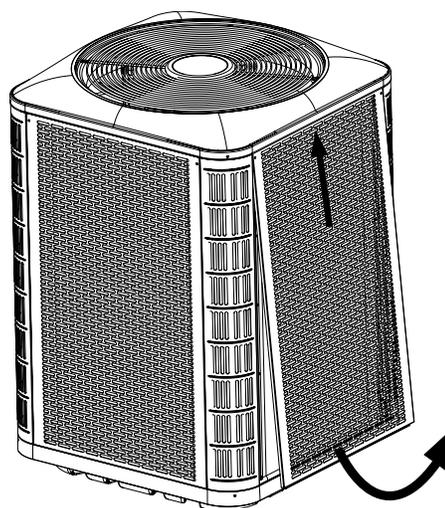
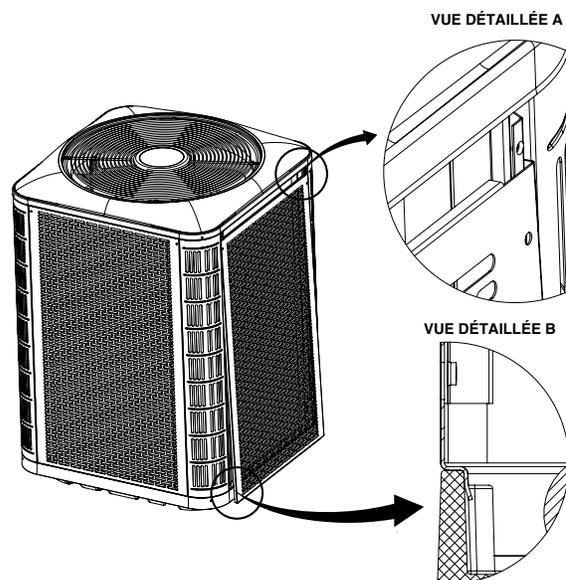

Figure 6. Désassemblage du panneau
Figure 7. Installation du panneau
- Pour accéder aux composantes internes de l'appareil, consultez la Figure 6 pour désassembler le panneau et la Figure 7 pour installer le panneau.
2. Glissez le panneau vers le haut et le bac supérieur pour dégager la bride inférieure du bac inférieur. Voyez la Figure 6.
1. Insérez les coins supérieurs des brides latérales du panneau dans les rainures du montant de coin, tel que montré dans la Vue détaillée A à la Figure 7.